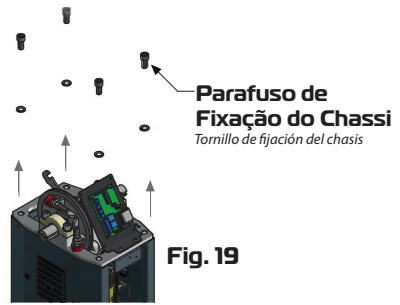

Fig. 19
- 2.3** - Retire os parafusos que fixam o chassi junto ao corpo conforme **Fig. 19**
2.3 - Retire los tornillos que fijan el chasis junto al cuerpo como se muestra **Fig. 19**.